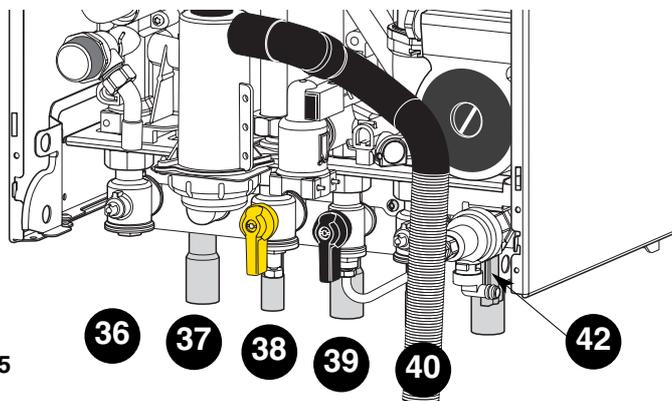

Fig. 15
MISE EN PRESSION (fig. 15)
- ouvrir le robinet de remplissage **42** (fig. 15)